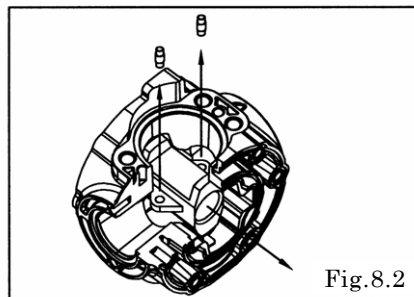

Fig.8.2
- ・ピンを矢印の方向に取り外す。〔Fig.8.2〕
- ・切替本体を矢印の方向に取り外す。〔Fig.8.2〕